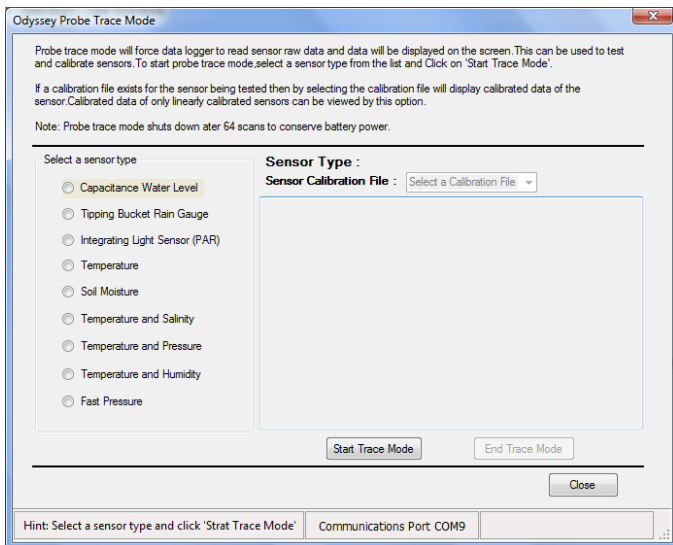

Figura 4. Ventana para el Modo de Trazabilidad
3.2.4 Inicie el modo de trazabilidad seleccionando del menú “Logger”, la opción “Probe Trace Mode” (Modo de Trazabilidad). Aparecerá la siguiente ventana. Ver figura 4